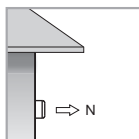

FIG.3
- Para un mejor rendimiento, se debe colocar el interruptor crepuscular septentrional (Ver FIG.3).